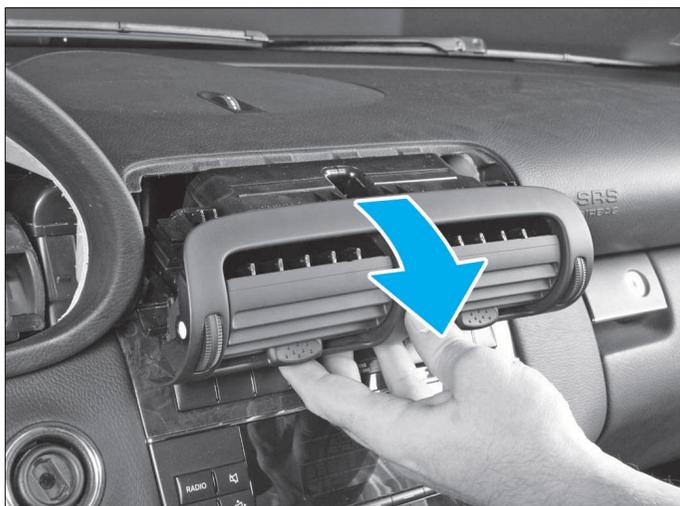

FIG. 26
- A l'aide d'un tournevis plat aux dimensions spécifiées (Fig.26), comprimer le clip de maintien tout en tirant progressivement sur le diffuseur pour l'extraire de son logement.